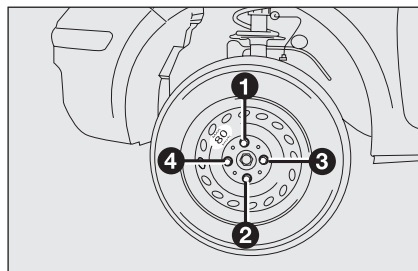

fig. 8
- stringere a fondo i bulloni, passando alternativamente da un bullone a quello diametralmente opposto, secondo l'ordine illustrato in fig. 8.